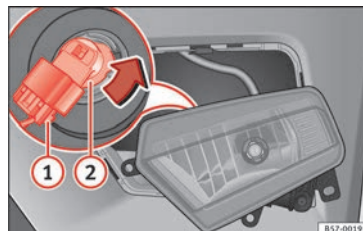

Abb. 109 Nebelscheinwerfer: Lampenträger ausbauen
3. Ziehen Sie die Metallklammer an der Oberseite des Nebelscheinwerfers zur Außenseite des Fahrzeuges ab ③ **B** und entfernen Sie den Nebelscheinwerfer.
4. Ziehen Sie den Stecker » **Abb. 109** ① von der Lampe ab.
5. Drehen Sie den Lampenträger » **Abb. 109** ② nach links und ziehen Sie.